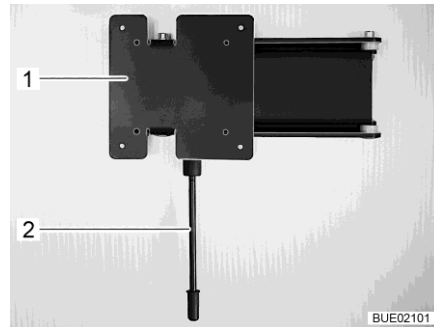

Fig. 91 Soporte de pared
- Tirar la palanca de desbloqueo (Fig. 91,1) hacia abajo y girar el soporte (Fig. 91,2) con la pantalla plana a la posición deseada.